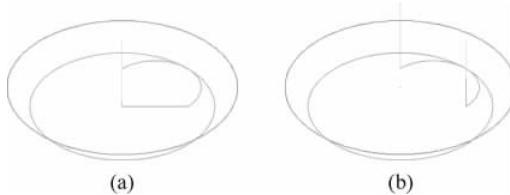

图 5-152 选择进刀点
- “由圆心开始”复选框：选择此复选框，刀具将从圆心开始下刀铣削，沿圆周切削完毕后再从圆心退刀，如图 5-152(a)所示；反之，刀具从圆的边缘进/退刀，如图 5-152(b)所示。